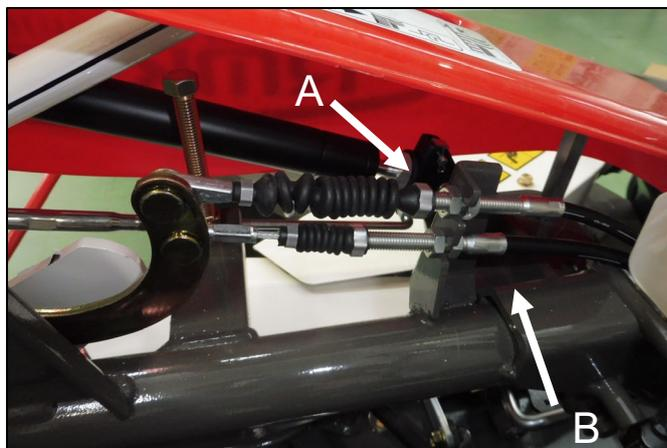

Figure 40
- Si la courroie glisse, serrez le câble avec l'écrou de réglage (B, Figure 40) jusqu'à ce que le ressort commence à être serré.
- Si la courroie de la lame ne s'arrête pas dans les 5 secondes, serrez le câble avec l'écrou de réglage (A, Figure 40).